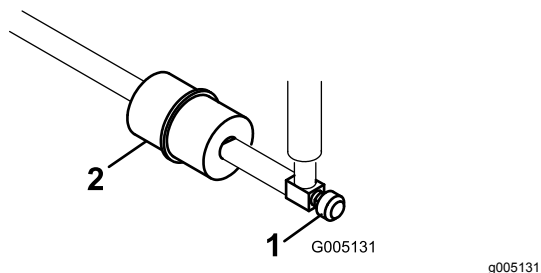

Bild 29
Der Kraftstofffilter befindet sich in der Kraftstoffleitung zwischen dem Tank und dem Vergaser (Bild 29).
1. Schließen Sie den Kraftstoffhahn (Bild 29).
2. Legen Sie eine Ablaufwanne unter den Filter, lockern die Schlauchklemme an der Vergaserseite des Filters und ziehen die Kraftstoffleitung vom Filter ab (Bild 29).
3. Lösen Sie die andere Schlauchklemme und entfernen den Filter (Bild 29).